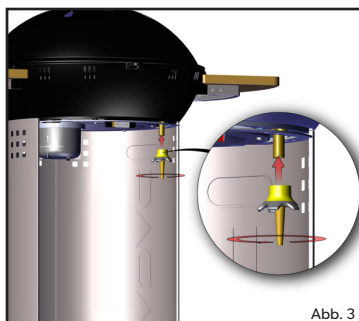

Abb. 3
- **PASST AUF!** Halten Sie beim Anziehen der Verschlussmutter den Verschluss gerade, um Gaslecks zu vermeiden. Ziehen Sie die Mutter mit einem geeigneten Schraubenschlüssel fest (Abb. 3).